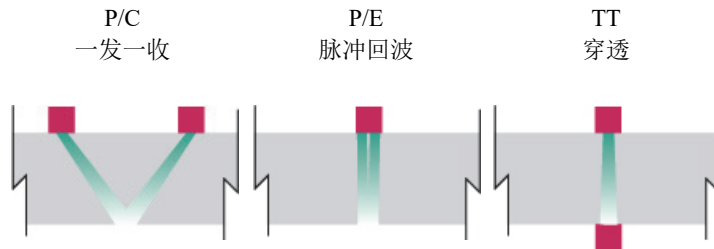

图 6-1 发送 / 接收模式的选择
2. 从 **UT 设置 > 脉冲发生器 > Tx/Rx 模式** 列表中，选择所需的发送 / 接收模式（如第 154 页的图 6-1 所示）。